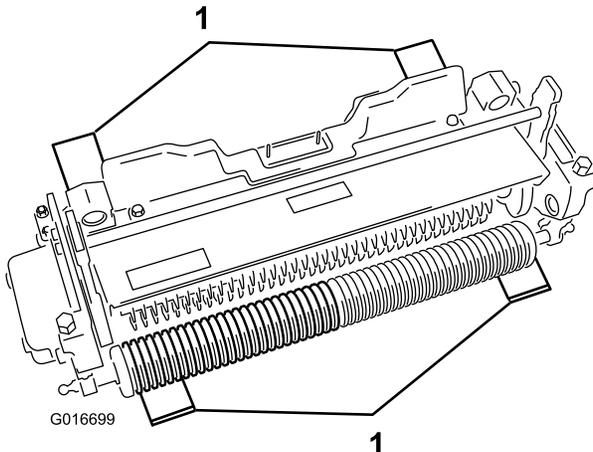

Figure 4
2. Placez 4 gabarits, réglés à la profondeur de pénétration des lames au-dessous du sol correcte, sous le rouleau avant et le rouleau arrière du défaitreur (Figure 4).